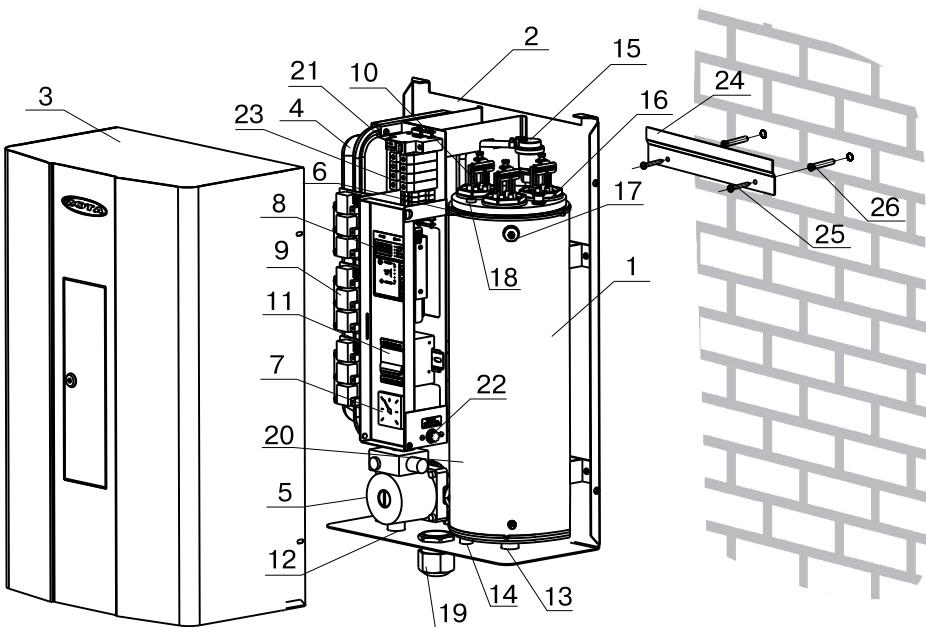

Рис. 1. Конструкция миникотельной и способ ее крепления к стене
5.1. Миникотельная (Рис.1) состоит из корпуса (1) сварной конструкции. В верхней части корпуса имеются три блока нагревательных элементов (10), датчик температуры воды (18), датчик перегрева (16), датчик уровня воды (17), воздухоотводчик (15). В нижней части корпуса имеется болт заземления (20), предохранительный клапан (6), к которому присоединяется манометр (7).
- Закрепить кронштейн крепления на вертикальной поверхности в необходимом месте с помощью шурупов, входящих в комплект и установить на него миникотельную, как показано на Рис.1;
- Открыть кожух (3),предварительно выкрутив четыре винта крепления кожуха;